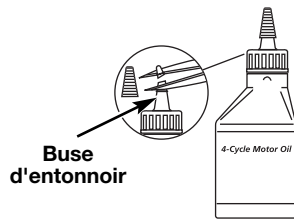

Fig. 2
Votre appareil est livré avec une bouteille d'huile SAE 30 SF, SG, SH de 90 ml (3,04 oz) (Fig. 2).
1. Dévisser le bouchon de la bouteille d'huile et retirez le papier couvrant l'ouverture. Remplacez le bouchon. Coupez la pointe de la buse de l'entonnoir (Fig. 2).